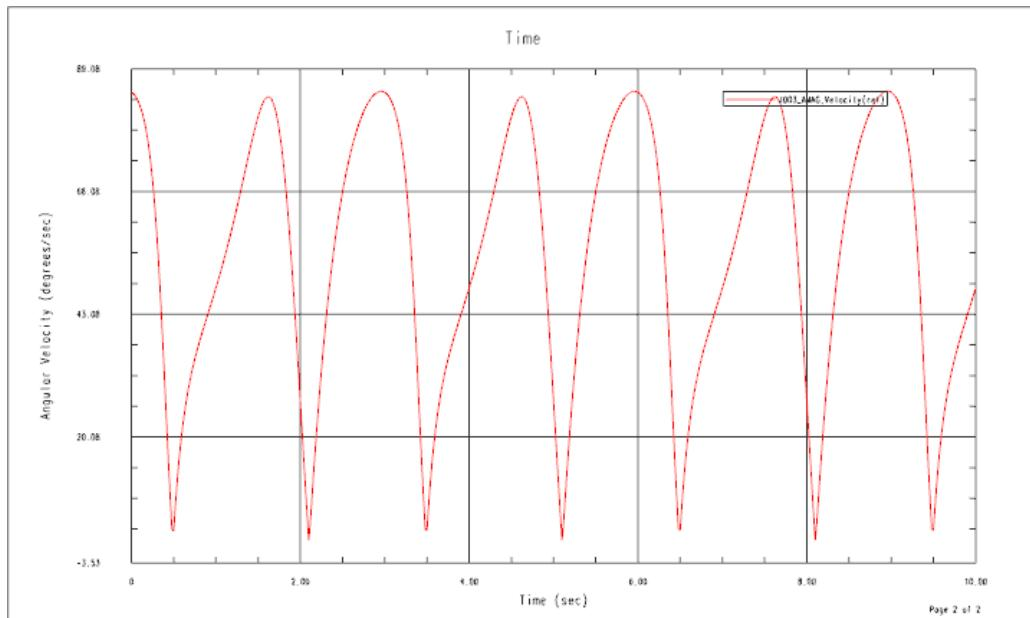

图 8.5.8 齿轮的速度-时间曲线
(2) 在“图表”对话框的**运动模型**区域选择旋转副 J003，在**请求**下拉列表中选择**速度**选项，在**分量**下拉列表中选择**角度幅值**选项，单击**Y 轴定义**区域中的**+**按钮。
(3) 选中“图表”对话框中的**保存**复选框，然后单击**...**按钮，选择 D:\ug85.16\work\ch08.05\winch\_mech\winch\_mech.afu 为保存路径。
(4) 单击**确定**按钮，系统进入函数显示环境并显示齿轮的速度-时间曲线，如图 8.5.8 所示。